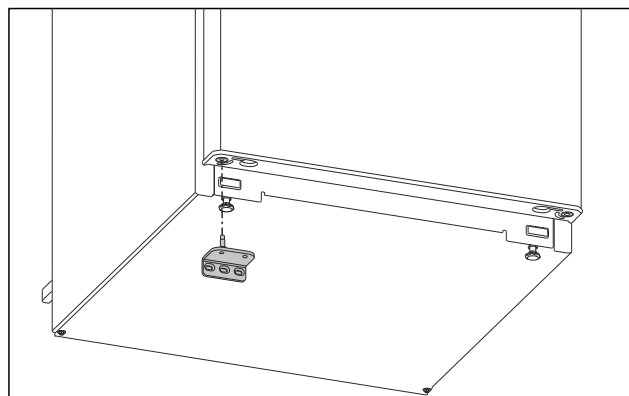

Fig. 16
- Vložte spodní stojan ložiska na opačné straně. (viz Fig. 16)